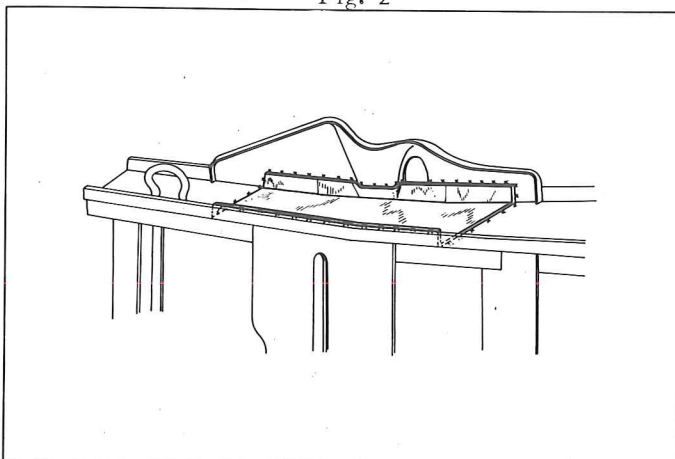

Fig. 3
4. Mettre en place les renforts extérieurs (voir fig. 3). Les fixer à l'âme du châssis par quelques points de brasure ou de soudure, puis les souder sur leur pourtour.